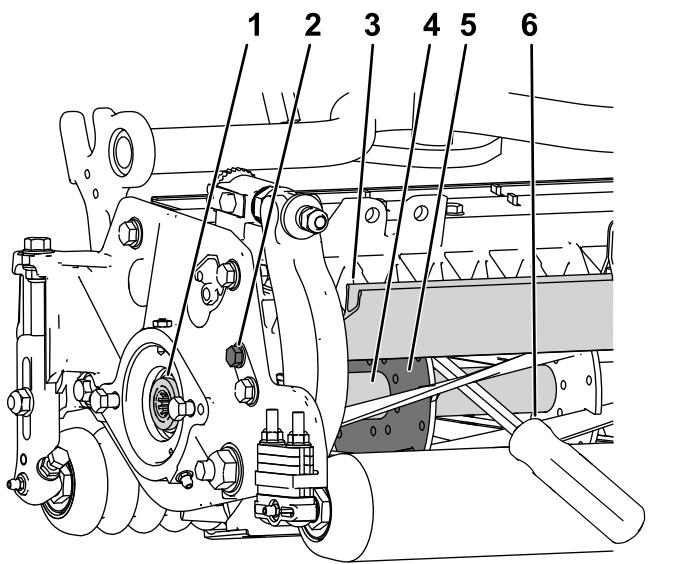

Figure 26
1. Desserrez le boulon du déflecteur sur le côté gauche de l'unité de coupe et levez le déflecteur arrière (Figure 26).
2. Insérez un levier à long manche ($\frac{3}{8}$ " x 12" avec manche de tournevis recommandé) à l'arrière du cylindre de coupe, du côté le plus proche de l'unité de coupe que vous allez serrer (Figure 26).
3. Placez le levier contre le côté soudé de la plaque de support du cylindre (Figure 26).